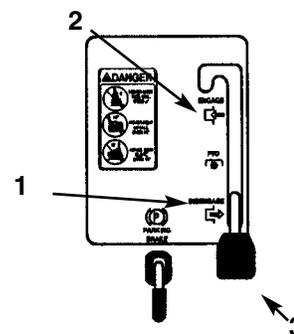

Bild 9
4. Die Mähwerkbedienung (ZWA) auf "AUSGESCHALTET" stellen (Bild 9).